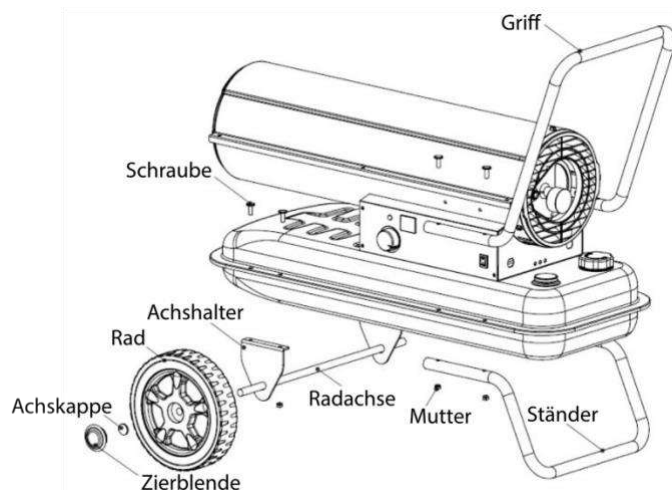

Abb. 3. Anbringung von Griff und Rädern
3. Positionieren Sie den Griff und den Ständer an den entsprechenden, am Kraftstofftank vorgesehenen Bohrungen, bringen Sie die Schrauben an und ziehen Sie sie mithilfe eines Schraubendrehers bzw. Schraubenschlüssels fest an. Siehe **Abb. 3**.